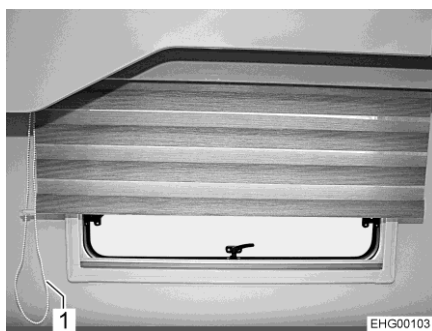

Bild 103 Variabel rullgardin i det bakre området
- Dra i snöret på kedjan (Bild 103,1) som stänger den variabla rullgardinen tills rullgardinen befinner sig i önskat läge.
- Dra i snöret på kedjan (Bild 103,1) som öppnar den variabla rullgardinen tills rullgardinen befinner sig i önskat läge.